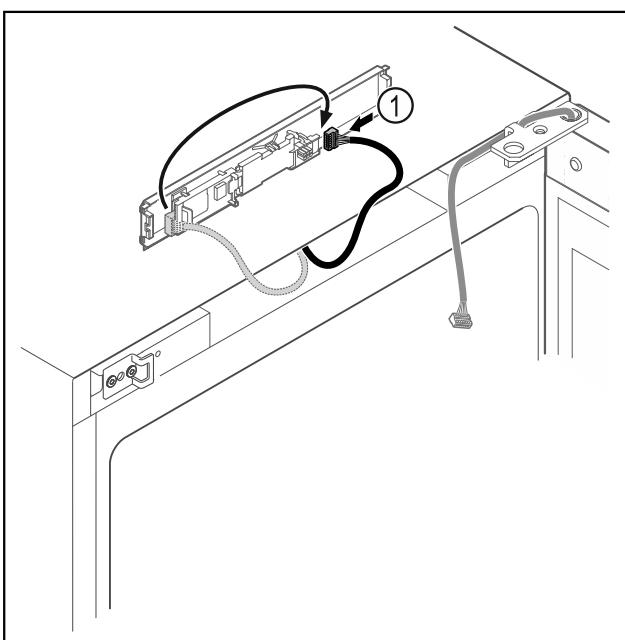

Fig. 21
► Stecker Fig. 21 (1) auf Platine umstecken.